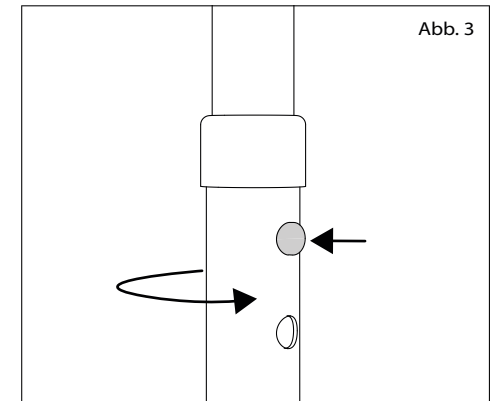

Abb. 3
1. Enfoncez la tige à ressort du premier tube et tournez ce dernier très légèrement de côté de sorte à le décaler (fig. 3).